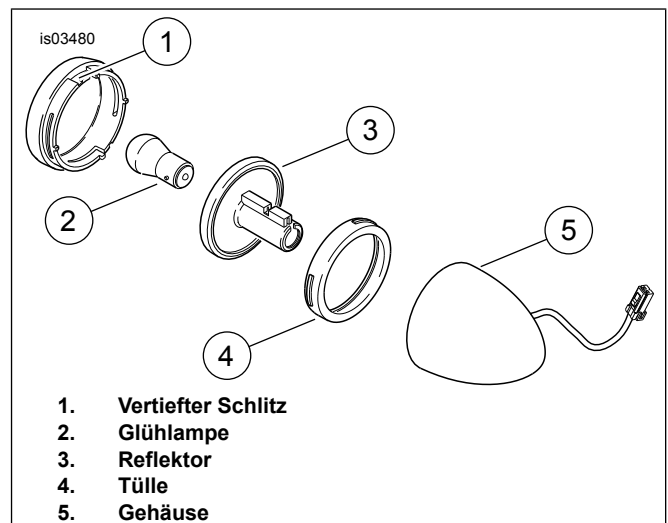

Abbildung 6. Baugruppe Leuchte
- a. Siehe Abbildung 6. Einen Schlitzschraubendreher in den vertieften Schlitz auf der Blinkerstreuscheibe stecken. Vorsichtig drehen bis das Glas herauspringt.